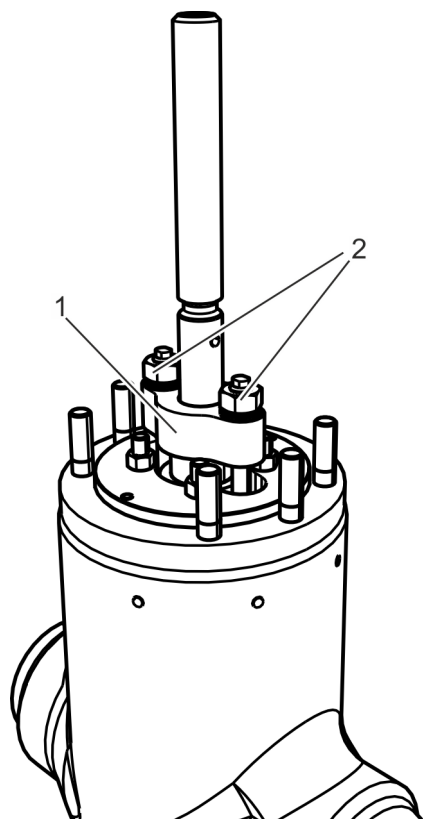

Fig. 24: Montar el prensaestopas
12. ➤ Coloque el prensaestopas (Fig. 24/1) y fíjelo uniformemente con las tuercas (Fig. 24/2) conforme a las indicaciones del fabricante.